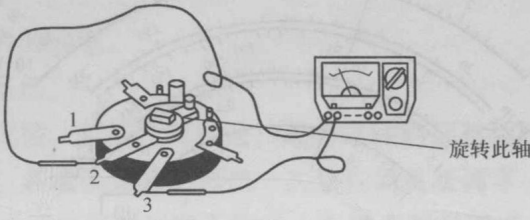

图 1-1-11 测量电位器内部质量
3) 最后将表笔接中心抽头（图 1-1-11 中 2 端）及电位器任一端（图 1-1-11 中 1 或 3 端），缓缓旋动电位器轴柄。如指针徐徐变动而无跌落现象，则说明此电位器正常。